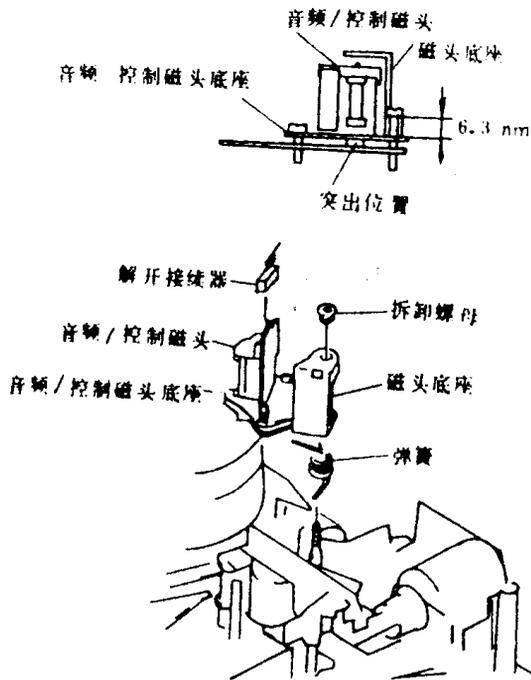

图 1-24
②解开接续器,如图 1-24 所示。
③拆卸固定音频/控制磁头的螺母,并把底座往上拉出。
④将音频/控制磁头底座下面的弹簧底部挂在底盘上,弹簧顶部挂在磁头底座的挡板上。